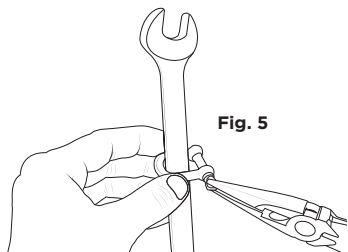

Fig. 5
6. Use a pliers to firmly tighten the crossbar [fig. 5].
- Utilice una pinza para ajustar firmemente la barra [fig. 5].